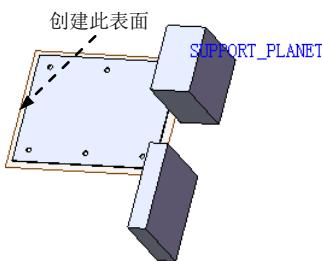
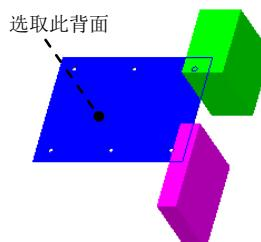

图 17.3.2 创建 SUPPORT_PLANET 基础平面
图 17.3.3 选取参考实体
Step1. 创建图 17.3.2 所示的 SUPPORT_PLANET 基础平面。
(1) 选择下拉菜单**插入(I)** → **参考几何体(G)** → **基准面(F)...**命令。
(2) 选取图 17.3.3 所示的模型背面作为参考实体。在**输入**后的文本框中输入数值 5.0。
(3) 单击对话框中的√按钮。
(4) 编辑基准面 1 的特征属性。在设计树**基准面1**上右击，在系统弹出的快捷菜单中单击**特征属性...**选项卡，系统弹出“特征属性”对话框，并在**名称(N):**文本框中输入 SUPPORT_PLANET，单击**确定**按钮，完成 SUPPORT_PLANET 基础平面的创建。